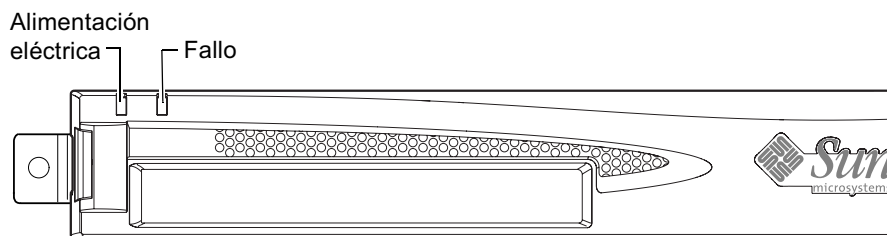

FIGURA 10-7 Indicador LED de fallo y de alimentación eléctrica del panel frontal
- **Un indicador LED de alimentación eléctrica** (consulte la FIGURA 10-7)
- **Un indicador LED de fallo** (consulte la FIGURA 10-7)